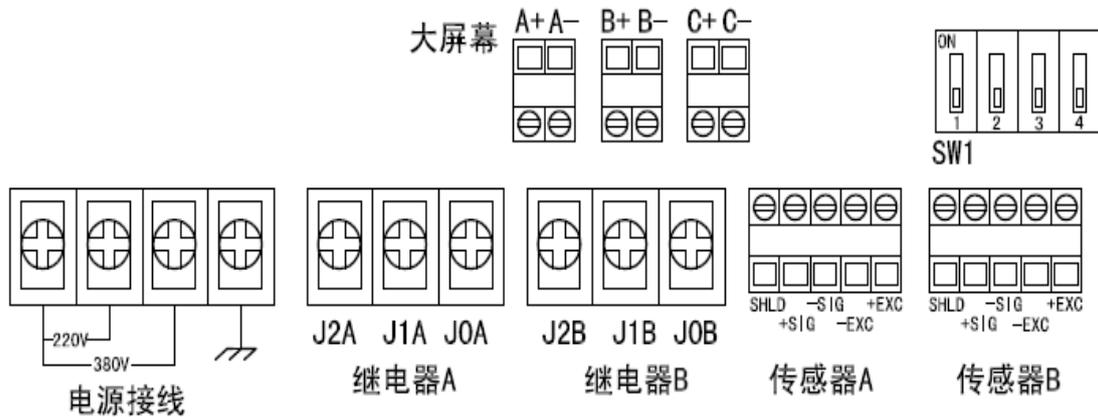

图 4 接线示意图
- (2) 仪表注意防水防潮,不能安装于直接雨淋和日晒的地方。
- (3) 仪表的交流电源应接在起重机主电源的进线端,避免起重机上其他电气设备的控制。
- (4) 传感器连接线用RVVP4*0.4mm²的屏蔽线连接, 此线缆要按照行线标准悬挂于电缆架上与起重小车一起移动。
- (5) 仪表可以选择交流220V或380V供电, 接线如图4:
- (6) 仪表与传感器连接按照线路板上的标识正确连接(如图4)。**+EXC**是传感器激励电源正端(直流5V), -
- (7) 控制线接线如图4。**J2A, J1A, J0A**为继电器A输出端。其中**J2A, J0A**为继电器常开触点, **J1A, J0A**为继电器常闭触点。当重量超过设定值继电器动作时, 常开触点**J2A, J0A**触点接通, 常闭触点**J1A, J0A**触点断开。
3(见图4)拨向“ON”, A钩显示屏数据、B钩显示屏数据同时闪烁, 进入零点调整状态。此状态下SW1各位的拨码位置见下表:
2(见图4)拨向“ON”, 进入实际标定模式。此状态下SW1各位的拨码位置见下表: